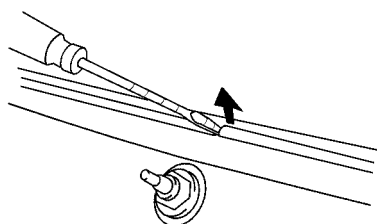

图 17-67 拆下风窗玻璃嵌条
(3) 拆下风窗玻璃嵌条。用螺钉旋具或类似的工具从端部开始, 然后用手拉风窗玻璃的嵌条, 如图 17-67 所示。